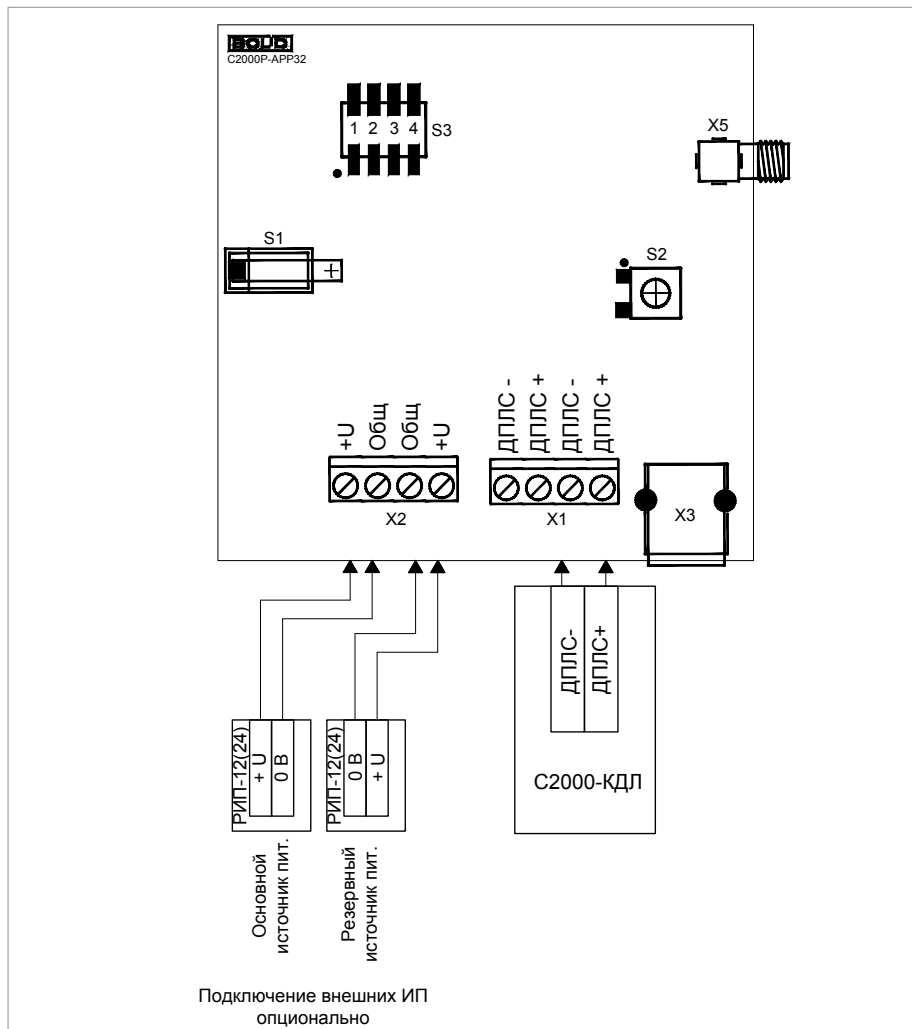

Рисунок 9. Схема подключения «С2000Р-APP32»
2. Схема внешних соединений приведена на Рисунок 9.